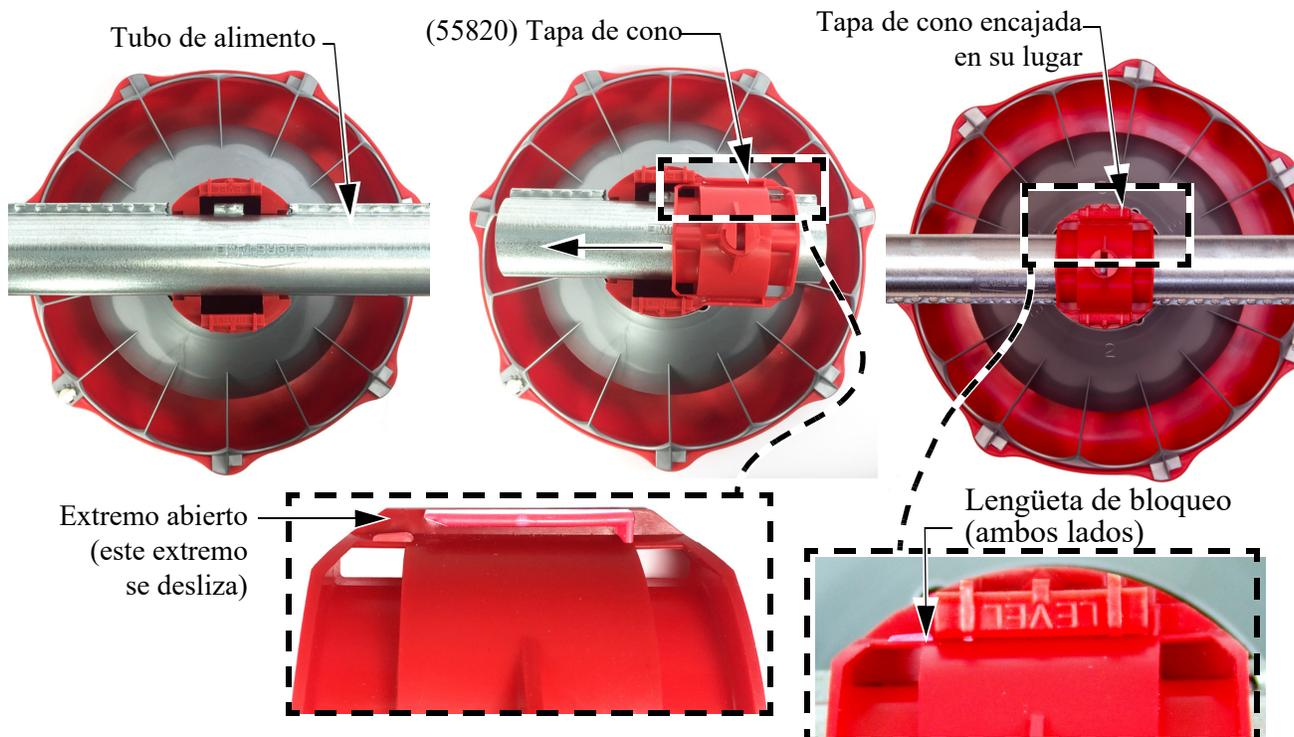

Figura 23. Tapa de cono
3. Instalar una tapa de cono de alimento, como se muestra en la **Figura 23**.